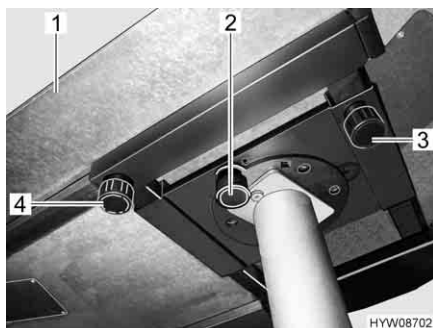

Fig. 42 Tavolo fisso con piede del tavolo ancorato
- Svitare la vite a testa cilindrica zigrinata (Fig. 42,4).
- Spingere il piano del tavolo (Fig. 42,1) nella posizione desiderata.
- Svitare la vite a testa cilindrica zigrinata (Fig. 42,3).
- Tirare il tasto (Fig. 42,2) del bloccaggio verso il basso.
- Ruotare il piano del tavolo (Fig. 42,1) nella posizione desiderata.